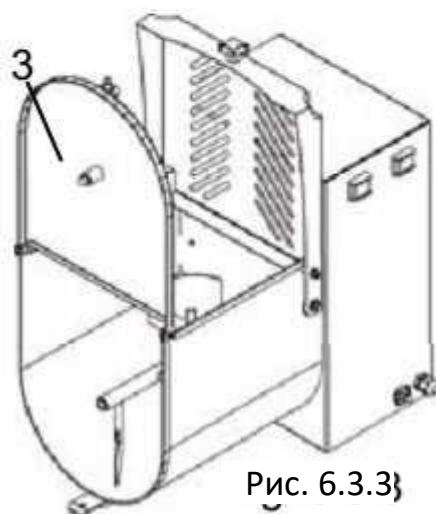

Рис. 6.3.3}
- Поднять переднюю крышку поз. 3 (рис. 6.3.3)